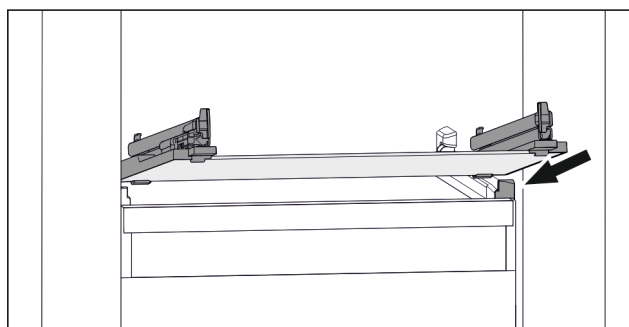

Fig. 98 Rappresentazione esemplificativa del ripiano in vetro
- ▶ Applicare il ripiano in vetro obliquamente dietro i fermi. (vedere Fig. 98)